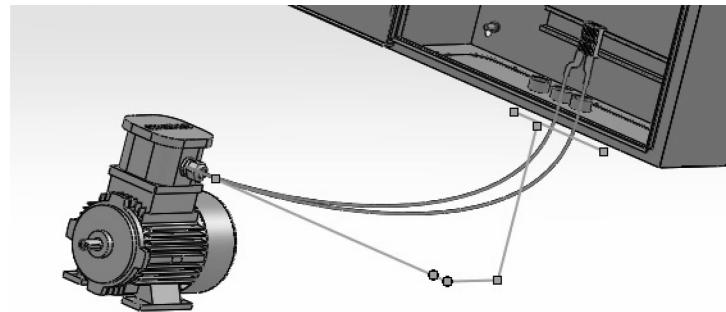

图 16-24 选择路径草图
**步骤 4 没有有效路径** 如图 16-24 所示，单击【隐藏显示】，返回【草图】。单击【创建布线路径】命令，旋转转换草图，单击草图线的任意部分，单击【确定】。单击【电缆布线】，使用与之前相同的设置，选择【删除已有布线】。电缆成功布线，错误被移除。